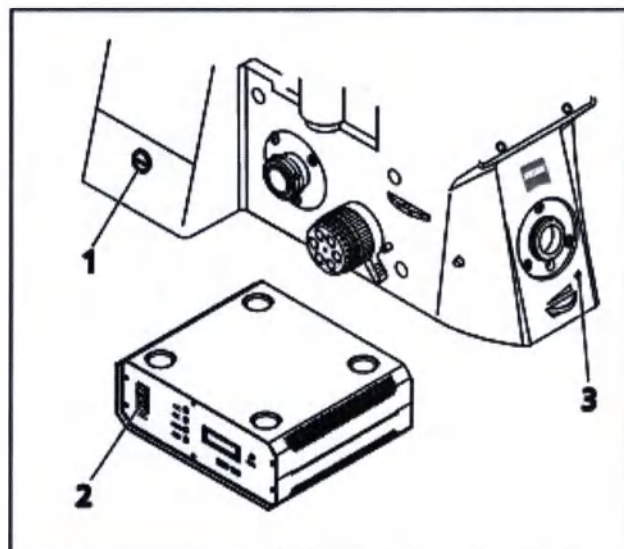

Рис. 48
- Прибор включается и выключается кнопкой питания (на левой стороне штатива, рис. 48/1).
- Микроскоп включается и выключается кнопкой ждущего режима (рис. 48/1).
- Включите микроскоп кнопкой ждущего режима (на левой стороне штатива, рис. 48/1).
После включения микроскопа загорается светодиодный индикатор (рис. 48/3).
- Если подключен флуоресцентный осветитель (например, HBO 100), блок питания (рис. 48/2) включается и выключается с помощью кнопки питания.